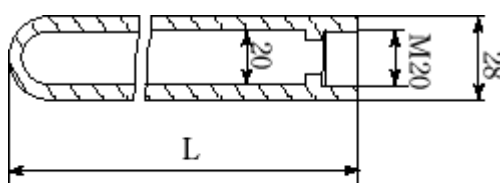

Рисунок 11 Эскиз и масса гильзы термопреобразователя.
- защитная гильза – при давлении теплоносителя более 0,4 МПа и скорости потока не более 1,5 м/с, рисунок 11;